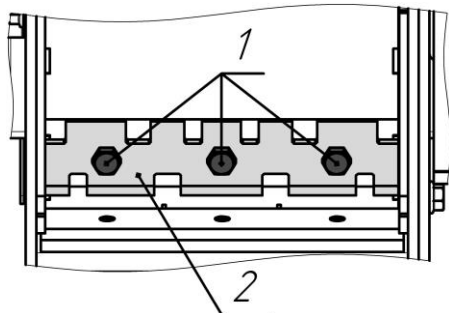

Рис. 28 Снятие ножей
3. С помощью ручного стартера двигателя через ременную передачу медленно проверните барабан с ножами так, чтобы болты 1 крепления ножа 2 оказались максимально доступны (Рис. 28).